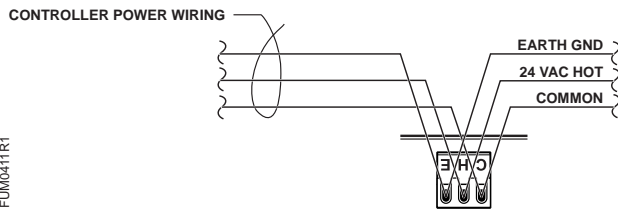

Figure 2. Raccordement du tronc d'alimentation.
5. Une fois toutes les cartes contrôleurs installées, vérifier que l'alimentation est coupée. Connecter une source d'alimentation 24 V~ homologuée Classe 2 au contrôleur de hotte de laboratoire (Figure 2).